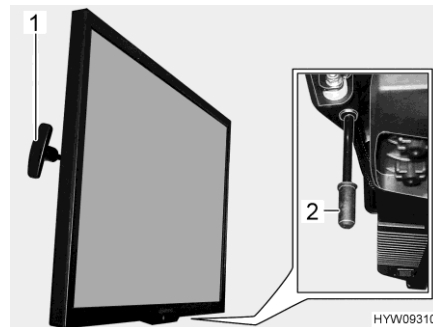

Fig. 95 Écran plat
- Tirer la poignée (Fig. 95,1) et la maintenir tirée. L'écran plat est déverrouillé.
- Tirer la poignée (Fig. 95,2) vers le bas et le maintenir ainsi. L'écran plat est déverrouillé.